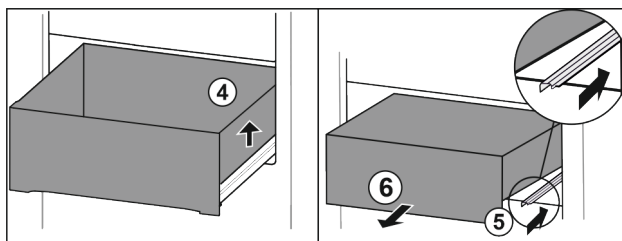

Fig. 69
- ▶ Ridicați sertarul din dreapta. Fig. 69 (4)
- ▶ Inserați șina din dreapta. Fig. 69 (5)
- ▶ Extrageți sertarul spre înainte. Fig. 69 (6)